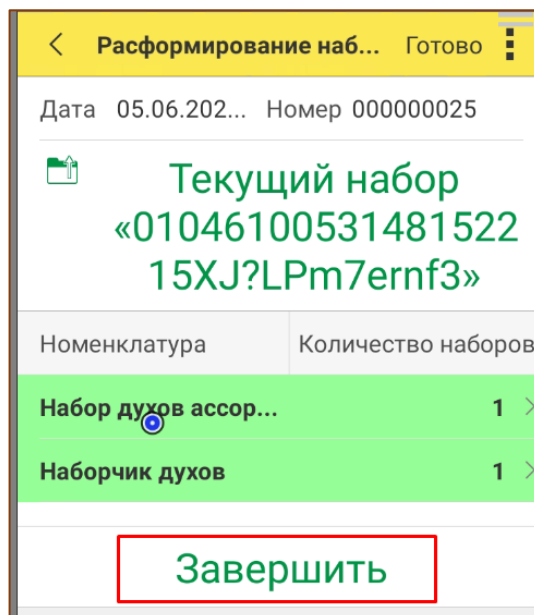

Рис. 9.16 – Завершение документа
- После сканирования необходимого количества КИН в документ необходимо нажать кнопку «Завершить» (Рис. 9.16).